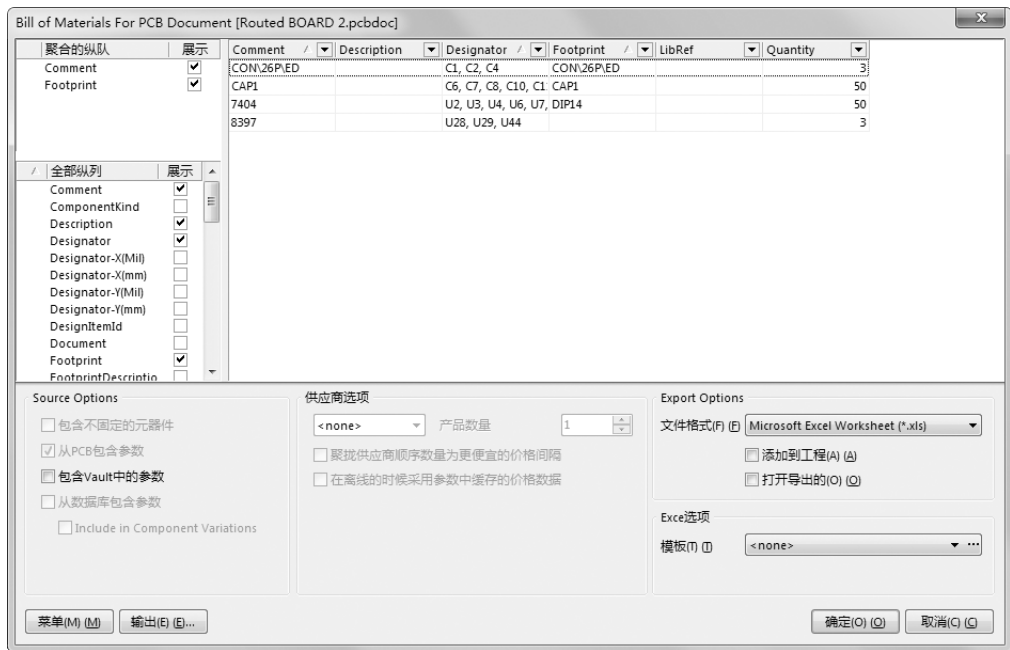
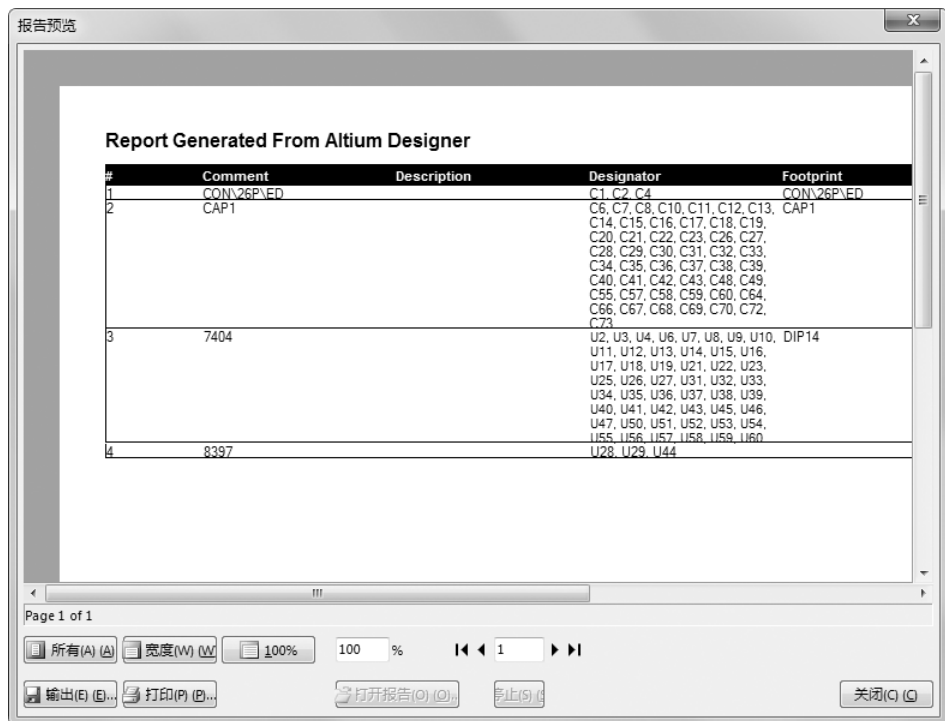

图 10-35 “Bill of Materials for PCB Document” 对话框
图 10-36 “报告预览” 对话框
(1) 打开 PCB 文件，选择菜单栏中的“报告”→“Bill of Materials”(元件清单)命令，弹出如图 10-35 所示“Bill of Materials for PCB Documents”(PCB 原件清单)对话框。
(2) 在“所有纵队”列表框中列出了系统提供的所有元件属性信息，如“Description”(元件描述信息)、“Component Kind”(元件类型)等。本例勾选“Description”(描述)、“Designator”(指示)、“Footprint”(引脚)、“LibRef”(库编号)和“Quantity”(数量)复选框。
(3) 单击“菜单”按钮，在弹出的“菜单”菜单中选择“报告”命令，系统将弹出如图 10-36 所示的“报告预览”对话框。